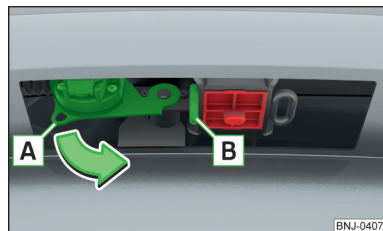

Fig. 242
- ▶ Apucați prize cu 13 pini în zona **A** și rabatați-o în afară, în sensul săgeții » fig. 242.
- ▶ desfaceți capacul de protecție al prizei și introduceți fișa remorcii (accesoriilor) în prize cu 13 pini **A** » fig. 242. (În cazul în care remorca/accesoriile dispun de o fișă cu 7 pini, puteți folosi un adaptor din gama de accesorii originale ŠKODA).